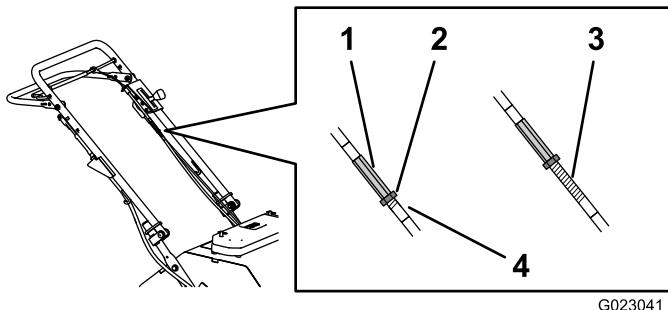
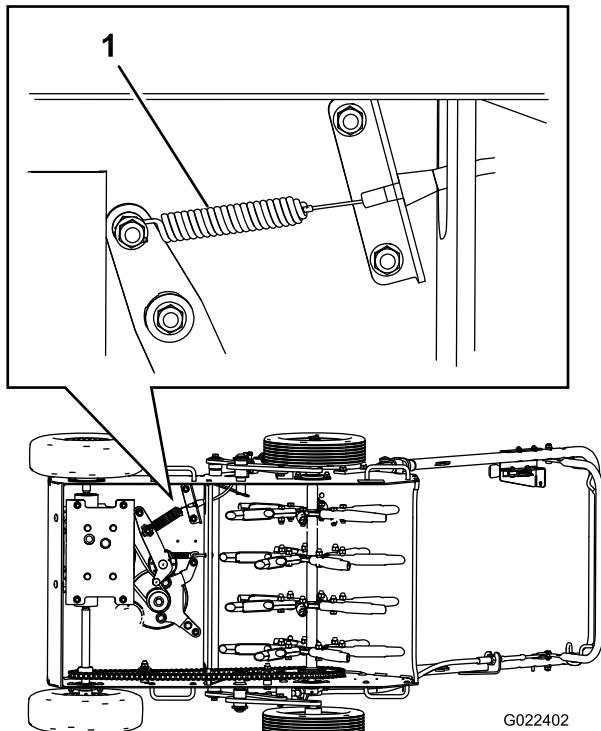

Figura 35
Figura 36
- A. Afloje la contratuerca (Figura 35) del cable de tracción.
- B. Ajuste el acoplamiento del cable (Figura 35) 3 mm (1/8 pulgada) a la vez, hasta que el muelle del cable de tracción (Figura 36) se haya extendido unos 10 mm (3/8 pulgada) desde la posición original (destensado).
Para aumentar la tensión de las correas, gire el acoplamiento en sentido antihorario, para dejar expuesta una longitud de rosca **mayor**. Para reducir la tensión de las correas, gire el acoplamiento en sentido horario, para dejar expuesta una longitud de rosca **menor** (Figura 35).